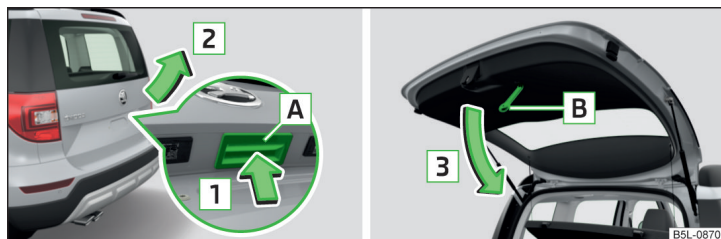

Fig. 36 Ouverture/fermeture du capot du coffre à bagages
- Pour **ouvrir** le coffre, appuyez sur le bouton **A** dans le sens de la flèche **1** » fig. 36.
Le bouton **A** » fig. 36 est désactivé pendant la conduite ou à partir d'une vitesse supérieure à 5 km/h. Le bouton est réactivé après l'arrêt du véhicule et l'ouverture d'une porte.